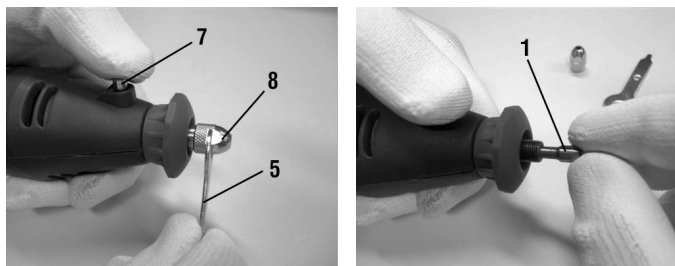

Fig. 2 – Instalación de la pinza
1. Mientras presiona la traba del eje (7), y con la llave de boca (5), destornille la tuerca de fijación (8);
2. Insiera la pinza (1) en el orificio del eje;
3. Mientras presiona la traba del eje (7), apriete la tuerca de trabado (8), fig.2;